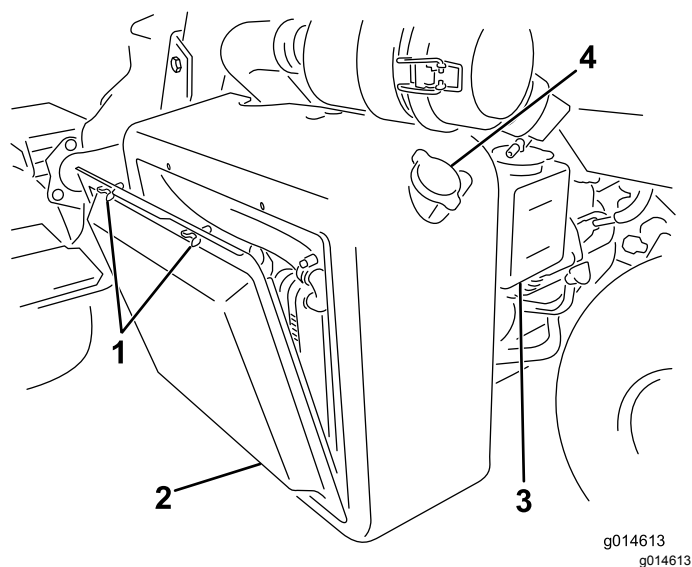
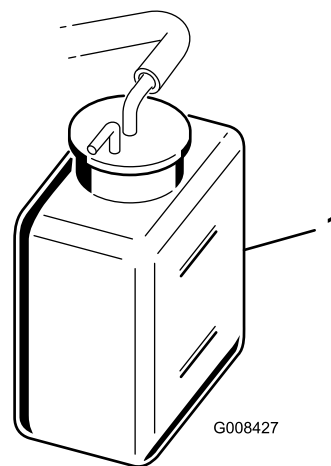

图44
图45
1. 拆下散热器吸风滤网图44。
2. 检查冷却液液位图44 和图45。